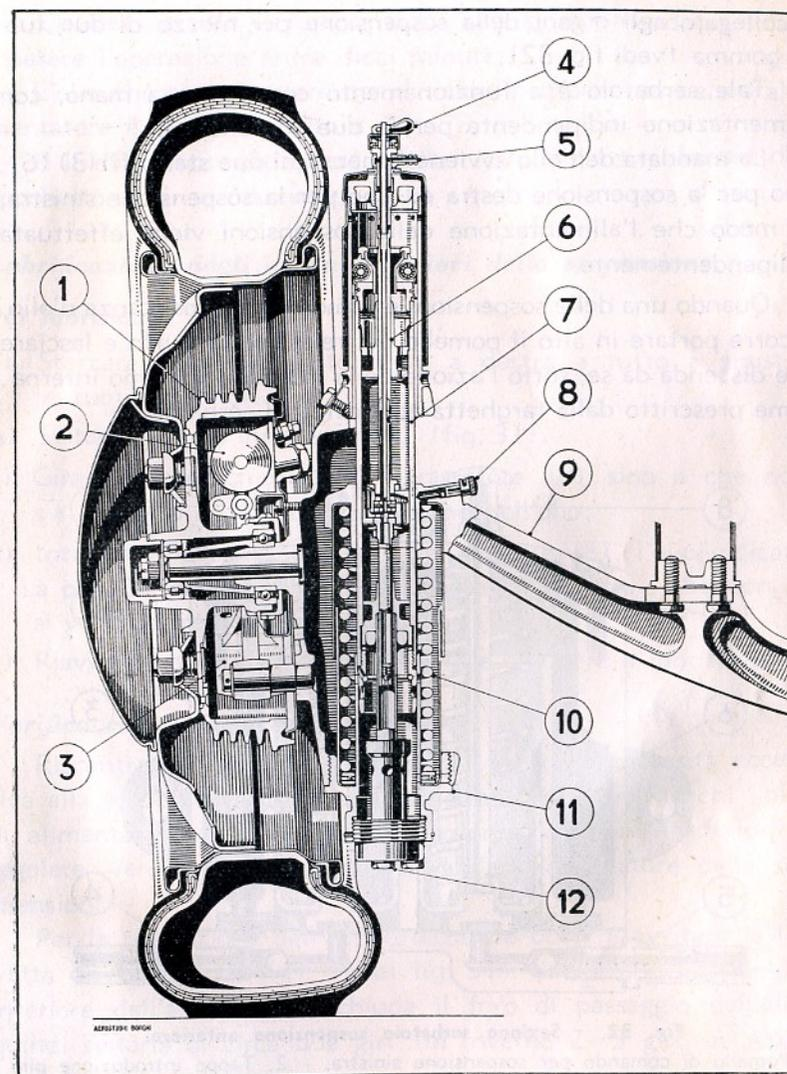

Fig. 31. - Sezione della sospensione anteriore.
La sospensione anteriore è del classico tipo brevettato « Lancia » a ruote indipendenti con molle ad elica cilindrica ed ammortizzatori a liquido (vedi fig. 31).
- Svitare il tappo inferiore (12) (fig. 31).
- Girare il coperchietto dell'ingrassatore (8) sino a che non sia scoperto il foro d'introduzione dell'olio;
- Introdurre, attraverso il foro dell'oliatore (8), l'olio indicato a pag. 78 per organi inferiori sospensione sino a che non lo si vede uscire dal tappo inferiore (12).
Per la regolazione dell'ammortizzatore occorre avvitare la levetta di regolazione (4) (Vedi fig. 31) fino a che l'estremità inferiore dell'asta interna chiuda il foro di passaggio dell'olio, quindi svitarla di circa due giri (in inverno 2 ÷ 3 giri, in estate 1 ÷ 2 giri).